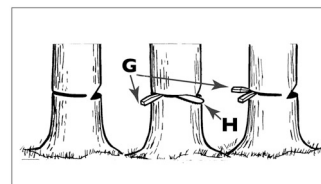

Fig. 10C
1. Utilize cunhas de madeira ou plástico (G) para evitar que a barra ou a corrente fiquem entaladas (H) no corte. As cunhas também controlam o abate (Fig. 10C).